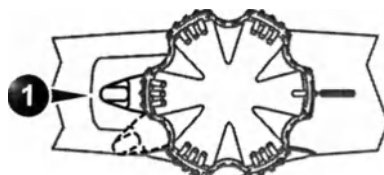

Рис. 1-14. Работа Фиксатора отклонения.
2. При введении и извлечении зонда колесо управления должно находиться в незафиксированном состоянии (Рис. 1-14).